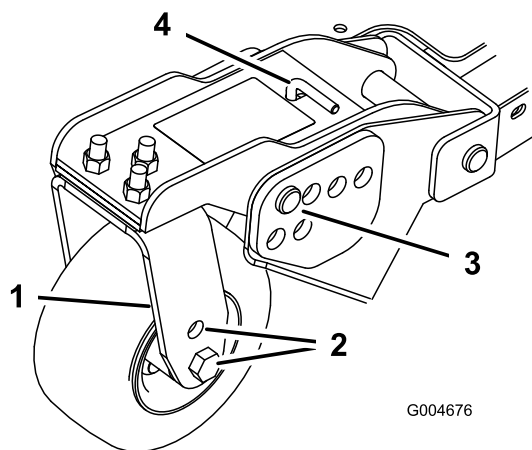
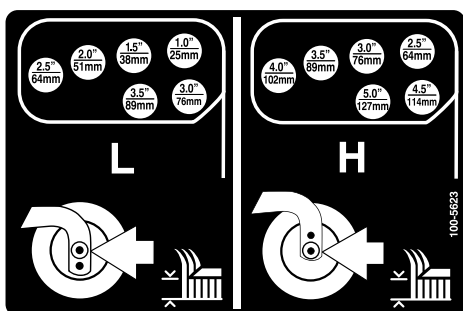

Figure 21
Figure 22
1. Placez les essieux des roues pivotantes dans les mêmes trous sur toutes les fourches (Figure 19 et Figure 21). Pour choisir les trous corrects pour la hauteur de coupe requise, reportez-vous au tableau suivant.
4. Enlevez la goupille fendue et les axes de chape des bras pivotant (Figure 21).
5. Tournez la tige de tension pour élever ou abaisser le bras de pivot jusqu'à ce que les trous soient en face de ceux du support de hauteur de coupe sélectionnés dans le bâti du plateau de coupe (Figure 21 et Figure 22).